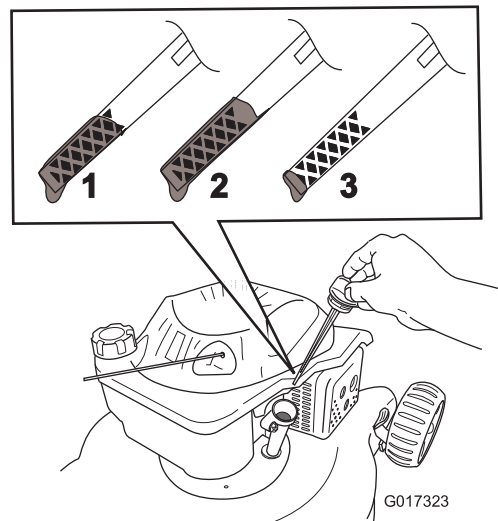

Figure 36
4. Retirez la jauge (Figure 36).
- Observez le niveau d'huile indiqué par la jauge (Figure 36).